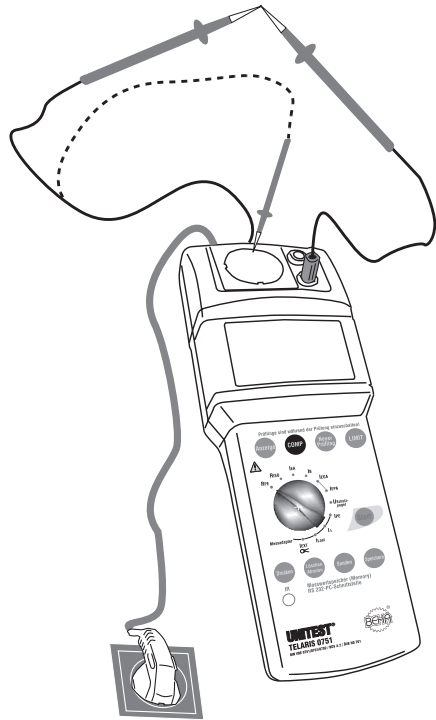

Bild 6.4: Kompensierung des Messleitungswiderstandes
- ▶ Verbinden Sie den PE-Prüfanschluss 'Sonde' (2) oder die blaue Buchse 'PE' (5) mit den zusätzlichen Messleitungen und Messzubehör.
- ▶ Schließen Sie die angeschlossenen Messleitungen entsprechend Bild 6.4 kurz oder verbinden Sie die Sonde (2) mit dem Schutzkontakt der Prüfsteckdose (3) entsprechend Bild 6.4, achten Sie auf guten Kontakt.
- ▶ Stellen Sie den Drehschalter 'Messfunktion' (15) auf die Schalterstellung 'RPE'.
- ▶ Drücken Sie die Taste "COMP" (16).
- ▶ Die Messung wird gestartet, der Widerstand der Messleitung wird gemessen und kompensiert. Im Display erscheint das Symbol "COMP" (27), es wird 0,00 angezeigt und es ertönt ein Signal.